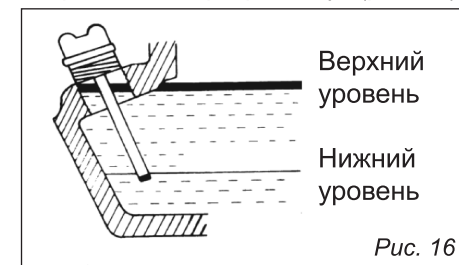

Рис. 16
2. Открутите крышку маслосливной горловины и протрите щуп (рис. 16).